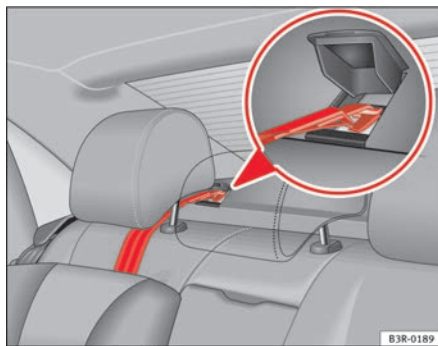

Fig. 35 Correa de sujeción: correcto ajuste y montaje
- Dirigir la correa de sujeción del Top Tether por debajo del apoyacabezas de la plaza posterior ⇒ **fig. 35** (levantar el apoyacabezas si es necesario).
- Levantar la tapa del anclaje de la bandeja -ver detalle- ⇒ **fig. 35**.